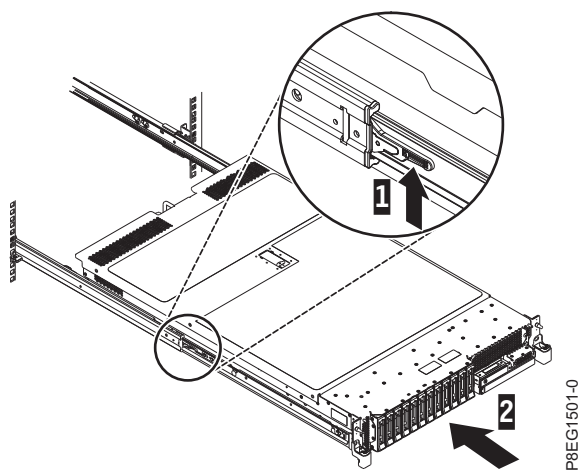

Figure 8. Soulevez les taquets de déverrouillage et insérez le serveur dans l'armoire en le poussant
3. Levez les loquets bleus (1) sur les glissières latérales et poussez entièrement le serveur (2) dans l'armoire jusqu'à ce qu'il s'emboîte. Pour plus de détails, voir figure 8.